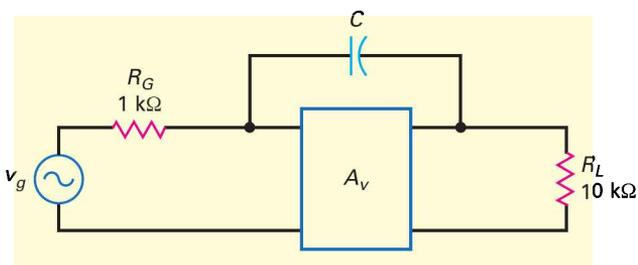

Figure 14.38
14.26 Quelle est la capacité Miller d'entrée de la figure 14.38 si $C = 5 \text{ pF}$ et $A_v = 200\,000$?
14.27 Dessinez le diagramme de Bode asymptotique pour le circuit retardateur d'entrée de la figure 14.38 avec $A_v = 250\,000$ et $C = 15 \text{ pF}$.
14.28 La capacité du condensateur de réaction de la figure 14.38 est égale à 50 pF . Quelle est la capacité Miller à l'entrée si $A_v = 200\,000$?
14.29 Dessinez le diagramme de Bode asymptotique du montage de la figure 14.38 avec un condensateur de réaction 100 pF et un gain en tension $150\,000$.